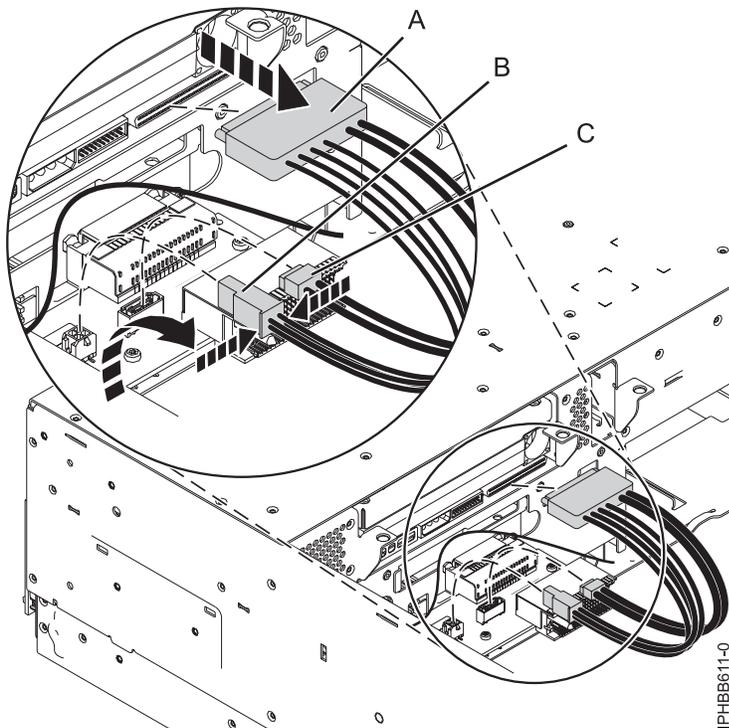

Figura 5. Desligar os cabos do dispositivo de suporte do painel posterior da unidade de disco
11. Desligar os cabos da parte posterior do painel posterior da unidade de disco, como está demonstrado na Figura 5 na página 7. Se tiver ligado um cabo SAS externo, certifique-se de que desliga o cabo SAS do painel posterior da unidade de disco. Para obter mais informações sobre a porta SAS externa, consulte Instalar a porta SAS externa no 8233-E8B ou 8236-E8C.